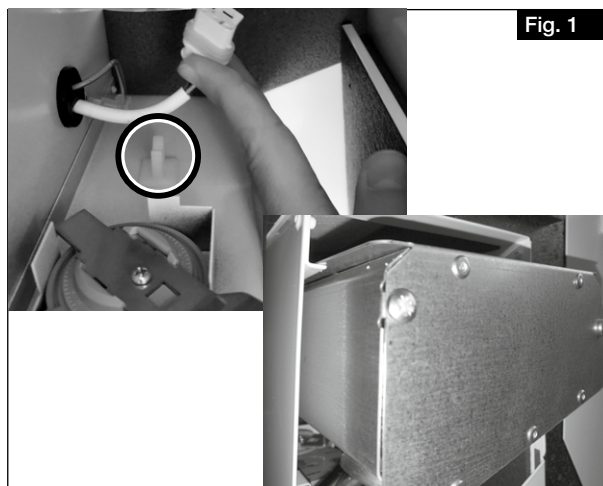
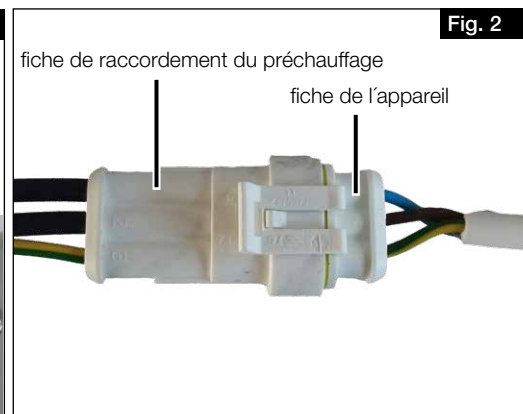

Fig. 1
Fig. 2
1. Retirer la fiche de raccordement du préchauffage du clip vers le haut (voir Fig. 1).
2. Insérer le préchauffage électrique dans la fente de guidage et pousser-le dans le compartiment (voir Fig. 1).
- ① Veiller à ce que le câble de raccordement du préchauffage électrique soit orienté vers le centre de l'appareil et non vers l'extérieur de la centrale.
3. Clipser la fiche de raccordement du préchauffage électrique sur la fiche de l'appareil (voir Fig. 2).
3. Insérer le préchauffage électrique dans le rail de guidage (voir Fig. 1).
- ① **Veiller à ce que le câble de raccordement du préchauffage électrique soit orienté vers le centre de l'appareil et non vers l'extérieur de la centrale.**
5. Clipser la fiche de raccordement du préchauffage électrique sur la fiche de l'appareil (voir Fig. 2).
6. Insérer l'échangeur à contre-courant ❶ dans le rail porteur et le pousser jusqu'à la butée.